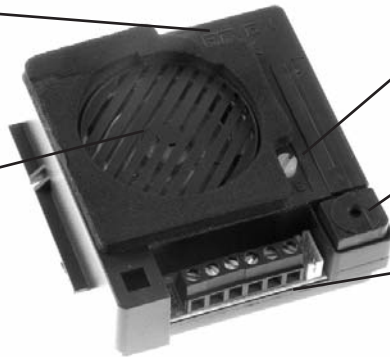

Fig. 1
- Aprire lo sportello con la freccia dell'Art. 930G (Fig. 1)
- Open the door with the arrow of Art. 930G (Fig. 1)
- Ouvrir la porte avec la flèche de l'Art. 930G (Fig. 1).
- Die Abdeckung mit dem Pfeil des Arts. 930G öffnen (Abb. 1).
- Abrir la puerta con la flecha del Art. 930G (Fig. 1).
- Abrir a tampa do Art. 930G (Fig. 1), de acordo com a seta.